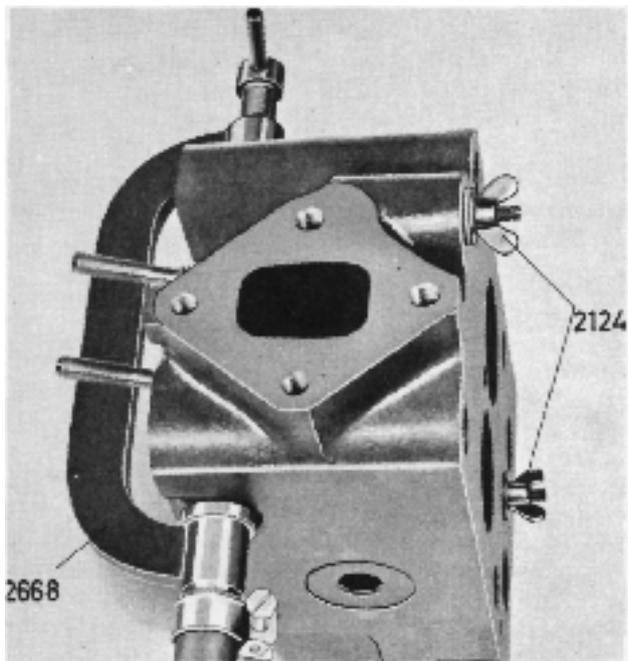
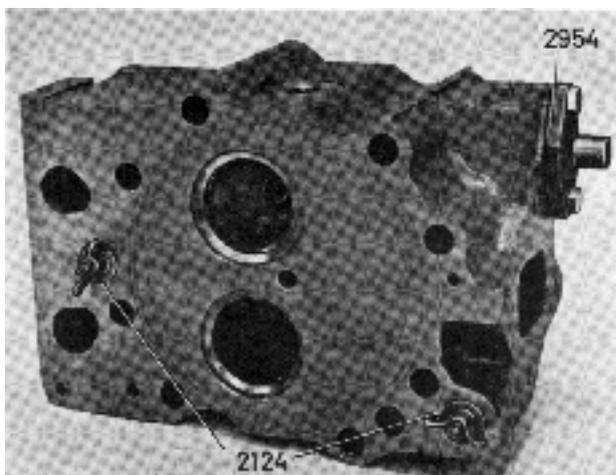

Fig. 15. Essai sous pression de culasse, moteur de la série 100
Fig. 16. Essai sous pression de culasse, moteur de la série 120
1. Fixer les bouchons expandeurs 2124 (2 bouchons) et brancher un flexible de prise d'eau avec 2668 sur les moteurs de la série 100 (figure 15) respectivement 2954 avec un joint torique sur les moteurs de la série 120 (figure 16). Ne pas serrer trop fortement les écrous à oreilles sous peine d'endommager les joints caoutchouc.